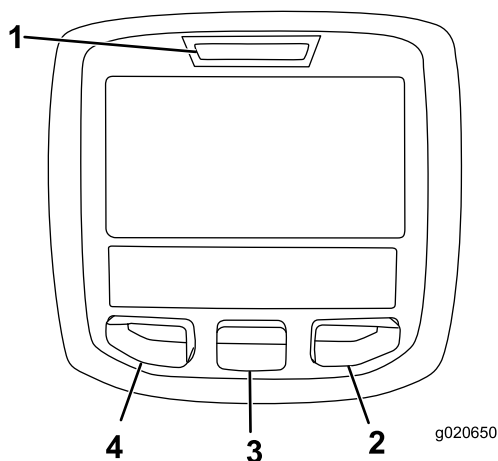

**Figura 18**
1. Con el motor en marcha, presione hacia atrás el interruptor de elevación de la carcasa hasta que la carcasa de corte esté elevada del todo y **suelte el interruptor inmediatamente**, como se muestra en la Figura 18.
2. Gire el pasador de altura de corte hasta que el nervio quede alineado con las ranuras de los taladros del soporte de altura de corte, y retire el pasador (Figura 18).
3. Seleccione un taladro del soporte de altura de corte que corresponda a la altura de corte deseada, inserte el pasador y gírelo para bloquearlo en esa posición (Figura 18).
**Nota:** Hay cuatro filas de taladros (Figura 18). La fila superior corresponde a la altura de corte impresa encima del pasador. La segunda fila corresponde a la altura impresa más 6 mm (1/4"). La tercera fila corresponde a la altura impresa más 12 mm (1/2"). La fila inferior corresponde a la altura impresa más 18 mm (3/4"). Para la posición de 15.8 cm (6") hay un solo taladro, situado en la segunda fila. Esta posición no añade 6 mm (1/4") a la altura de 15.8 cm (6").